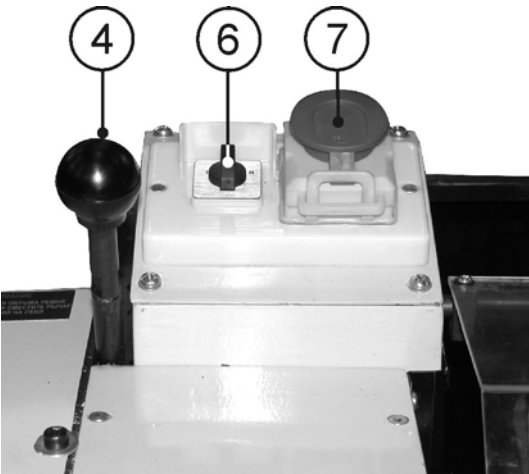

Рис.14
10.2.2. Нажмите красную кнопку аварийного выключателя (7), сдвинув ее в направлении от себя, как показано стрелкой на кнопке аварийного выключателя (7). Откройте крышку аварийного выключателя (7) после нажатия на зелёную кнопку при условии, что защитный щиток (31) опущен (установлено устройство отключения), и переключатель направления вращения шпинделя (6) установлен в одно из положений направления вращения шпинделя. Станок включится (начнёт вращаться шпиндель), Рис.14.
10.2.4. Направление вращения шпинделя определяется положением переключателя направления вращения шпинделя (6), Рис.14.
10.4.2. Положение переключателя направления вращения шпинделя (6), Рис.14, соответствует направлению автоматической подачи каретки (24), Рис.17.